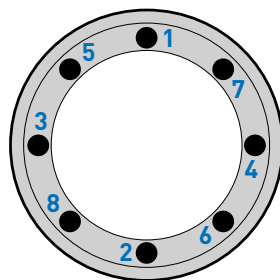

Figure 5 – Séquence de serrage pour l'assemblage de la meule
- Les vis doivent être serrées uniformément, en diagonale et par alternance (Figure 5).